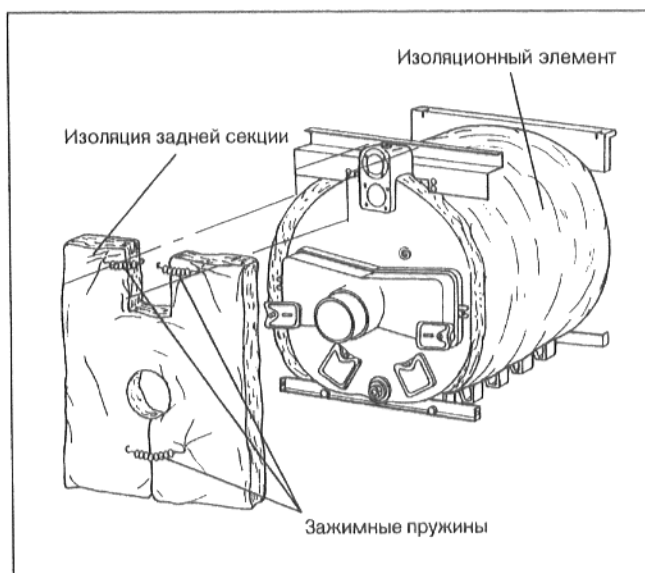

рис. 29
- В нижнем участке просунуть изоляционные элементы под блок котла в соответствии с рис. 29. Опоры секций котла входят в прорези изоляционных элементов.
- Изоляцию с обращенным вверх вырезом для возвратной линии котла установить на патрубок отходящего газа (рис. 29).
- Посредством двух зажимных пружин прикрепить изоляцию задней секции к задней верхней траверсе (рис. 29).
- Закрыть вырез под патрубком отходящего газа посредством зажимной пружины (рис. 29).